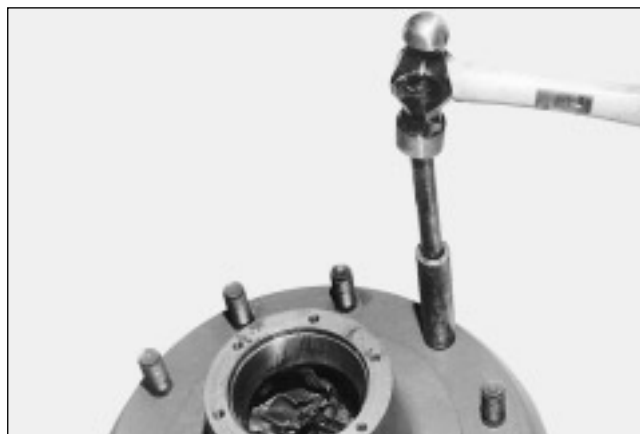

FIG. 51
**Dépose** – pour effectuer cette dépose, exercez une pression ou tapotez-les à l'aide de l'outil 21205455 (Fig. 51). REMARQUE IMPORTANTE : NETTOYEZ, SECHEZ ET ELIMINEZ LES BAVURES SUR TOUTES LES SURFACES DE CONTACT AVANT DE PROCEDER AU REMONTAGE.